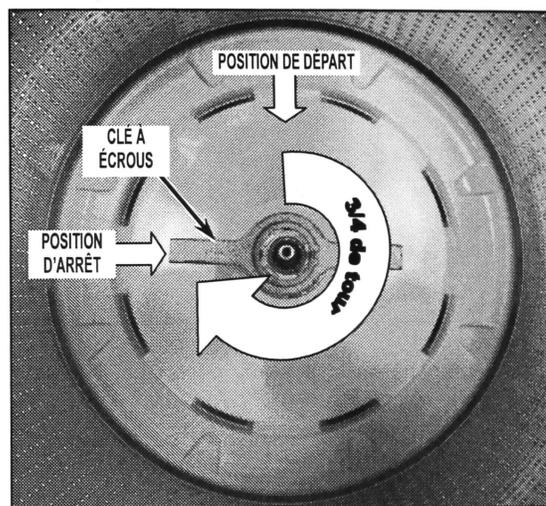

FIGURE 9
11. Serrer l'écrou à tête hexagonale sur 3/4 de tour en frappant légèrement sur la clé à écrous avec un marteau. Voir la *Figure 9*.